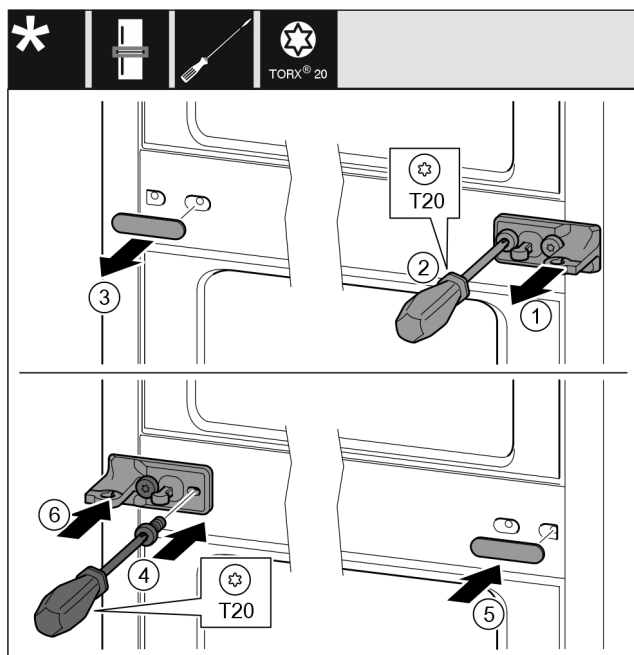

Fig. 11
- ▶ Снимите шайбу. Fig. 11 (1)
- ▶ Выкрутите винты отверткой T20. Fig. 11 (2)
- ▶ Осторожно снимите крышку. Fig. 11 (3)
- ▶ Плотно прикрутите опорный кронштейн с подкладкой с поворотом на 180° с другой стороны. Fig. 11 (4)
- ▶ Установите крышку с поворотом на 180° с другой стороны. Fig. 11 (5)
- ▶ Надвиньте шайбу спереди. Fig. 11 (6)